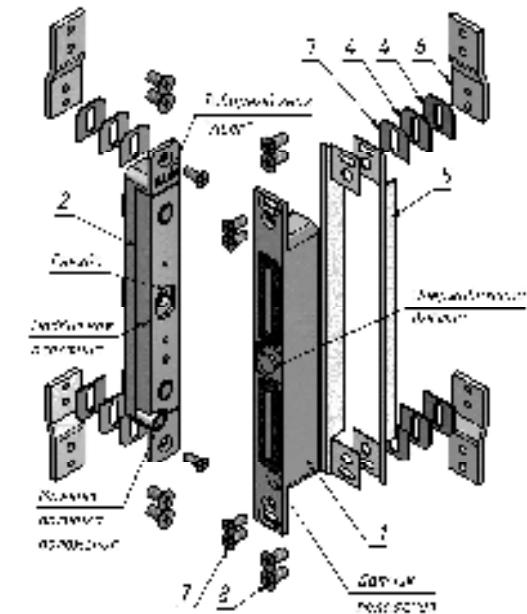

Рисунок 1- Комплект поставки замка AL-250SM
5.1 Замок состоит из корпусной и якорной частей. Корпусная часть монтируется в дверной коробке, якорная часть - в двери. При закрытии двери подвижная пластина якорной части притягивается к рабочей поверхности корпусной части, при этом удерживающий выступ на корпусной части входит в соответствующее гнездо пластины якоря и блокирует дверь (рисунок 1). При снятии напряжения питания замок разблокируется, что приводит к отпиранию двери.
5.2 Датчик положения, расположенный на фланце корпуса, и магнит датчика положения, расположенный в якорной части (рисунок 1), используются для управления внутренней электронной схемой замка и определяют режимы «ПОДБРОС» и «УДЕРЖАНИЕ». При закрывании двери по сигналу датчика положения выполняется включение обмоток замка большим током намагничивания. Тем самым реализуется режим активного притягивания («подброс») якоря. Режим «ПОДБРОС» длится от 1 до 4 секунд, после чего происходит переключение в режим «УДЕРЖАНИЕ», при котором замок находится в заблокированном положении с пониженным током потребления.